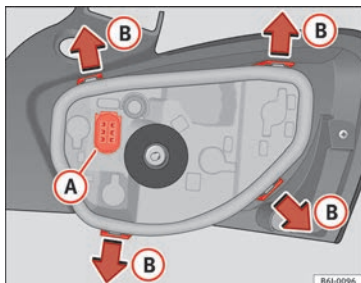

Bild 106 Byta bakljusets glödlampor
- Ta bort lamphållaren genom att separera den från huset. Det görs genom att trycka flikarna (B) i pilarnas riktning » bild 106.
- När lamphållaren har tagits bort, tryck i den riktning som pilen (1) visar samtidigt som du vrider i den riktning som pilen (2) visar.